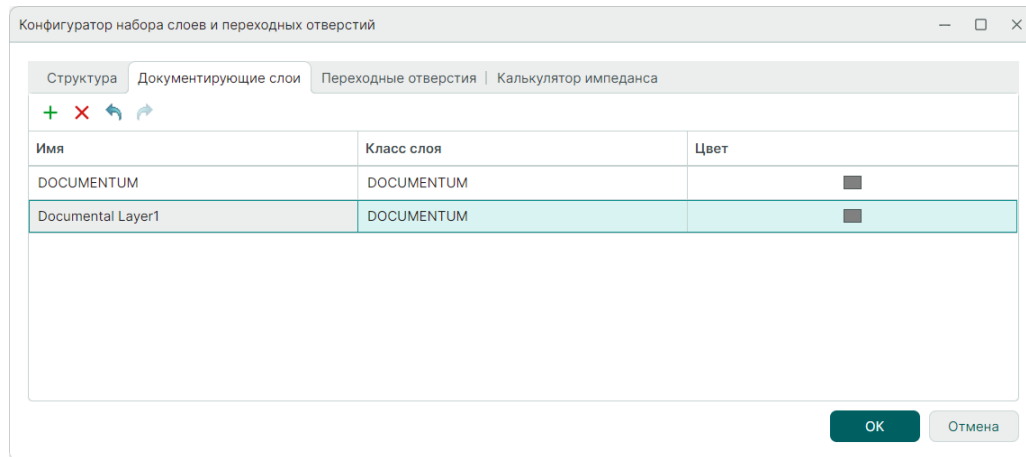

Рис. 32 Новый документирующий слой
3. Новый документирующий слой будет создан и добавлен в таблицу, см. Рис. 32.